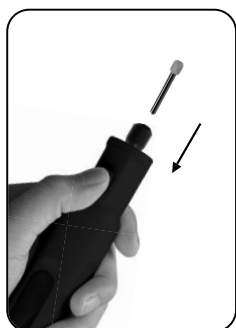

Рис. 3
- Установите насадку в цанговый зажим (рис. 3).